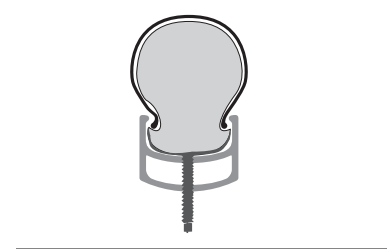

図 17. チューブがビードの下に挟まらないようにする。
7. バルブシステムのベースをタイヤに向かって押し、ビードとリムとの間に挟まないようにしてください(図17)。